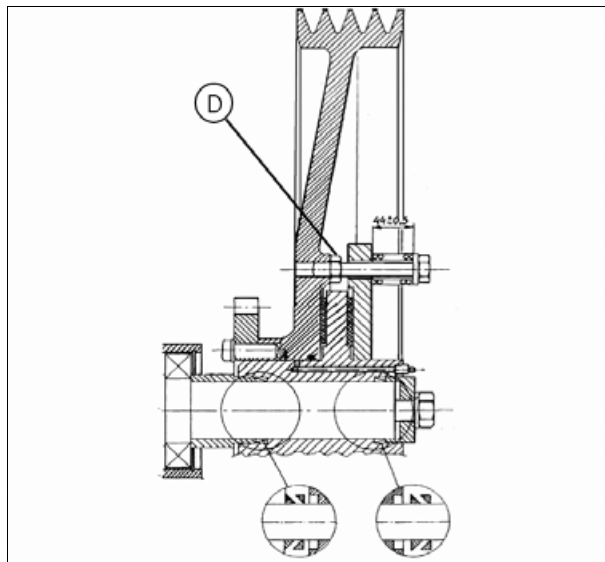

Рис. 4.
6. Сожмите прижимные пружины до длины  $44 \pm 0,5$  мм. Законтрите болты при помощи гайки (D) (рис. 4).